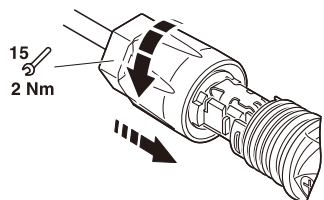

Figure 4.9
Étape 4. Poussez l'insert dans le manchon et serrez le presse-étoupe avec un couple de 2 Nm. (voir Figure 4.9)